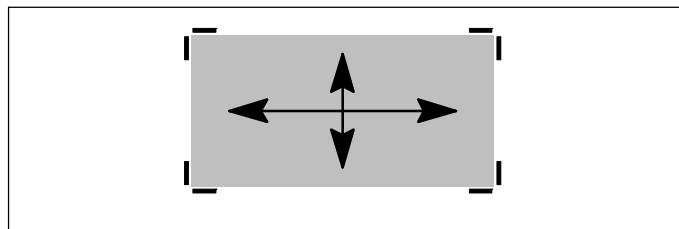

Fig. 6.5 Réglage des décalages latéraux maxi. admissibles
*Avant de charger le pont pour la première fois (avec un véhicule), régler les butées (Fig. 6.5) de façon à ne pas dépasser les inclinaisons ou décalages latéraux maxi admissibles des pesons (voir les dimensions au chapitre 11, page 36) !*